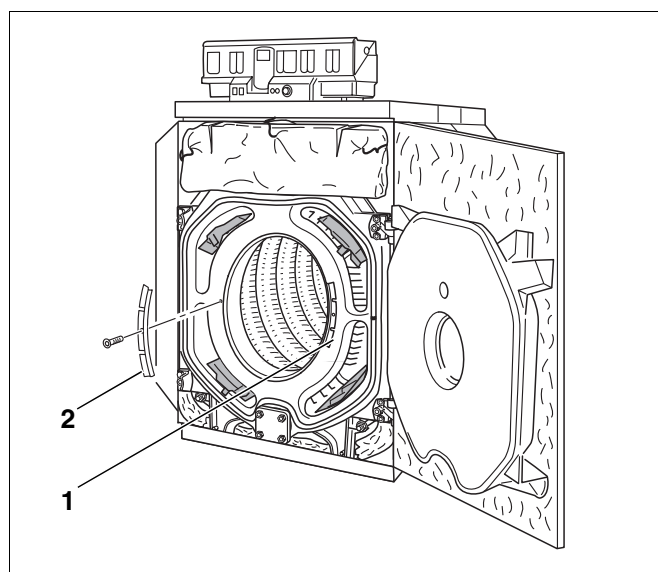
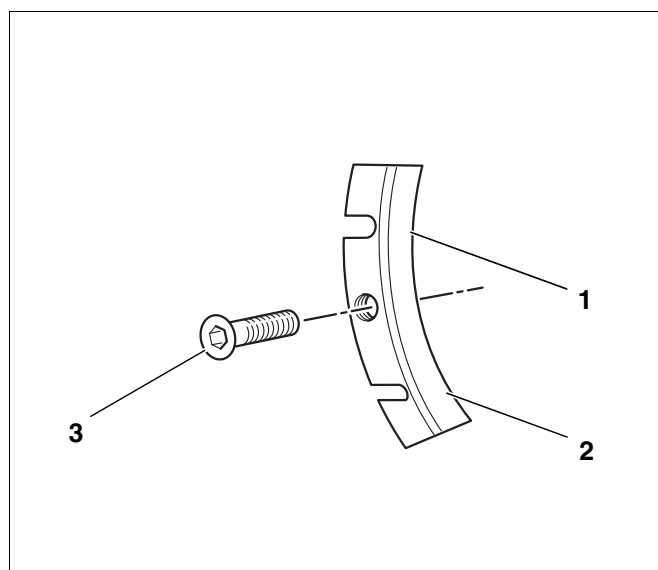

Fig. 71 Gasspærrepladernes placering
Fig. 72 Gasspærreplade
- Løsn unbrakoskruen i gasspærrepladen, og tag gasspærrepladerne i venstre og højre side ud (Fig. 71, **pos. 1 og 2**).
- Løsn unbrakoskruen (Fig. 72, **pos. 3**) i gasspærrepladen, og tag gasspærrepladerne i venstre og højre side ud (Fig. 71, **pos. 1 og 2**).
- Læg gasspærrepladerne på et underlag, så kærverne (Fig. 72, **pos. 1 og 2**) buer opad. Slå med en hammer et segment af den venstre og den højre spærreplade.